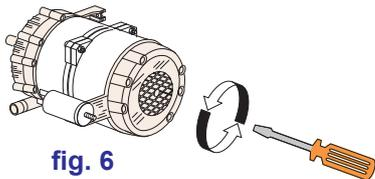

fig. 6
1. Controllare la girante della pompa risciacquo. Girante è bloccata: ruotare l'albero motore con un cacciavite (vedi fig. 6).
3. Controllare la girante della pompa risciacquo. La girante è bloccata: ruotare l'albero motore con un cacciavite (vedi fig. 6).